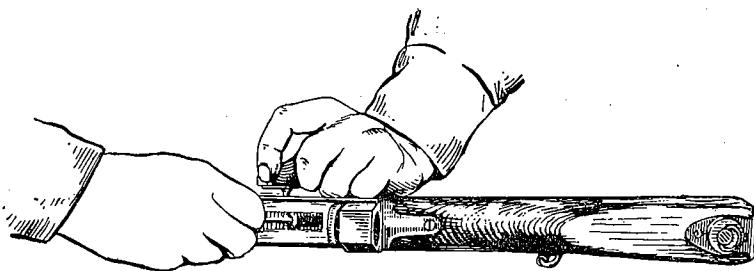

Рис. 64. Отделение предохранителя спускового механизма
- правой рукой взять выколотку и тонким концом ее нажать на задний конец пружины предохранителя; затем, взявшись указательным и большим пальцами левой руки за флагок предохранителя, вынуть предохранитель из отверстия в спусковой раме (рис. 64);